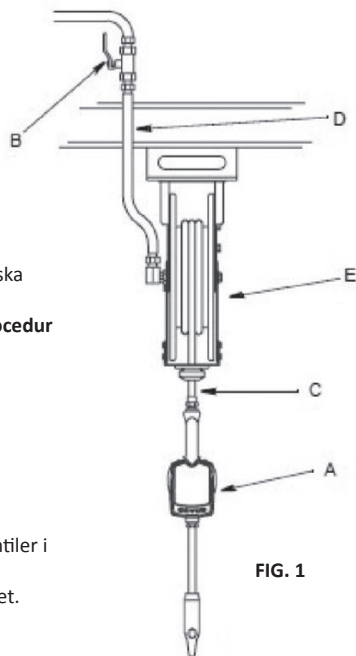

FIG. 1
FIG. 1 visar en normal installation av slangrulle.
1. Stäng vätskeavstängningsventilen (B, FIG. 1) i varje doseringsläge.
5. Öppna sakta avstängningsventilen (B, FIG. 1) i doseringsläget. Spola ut tillräckligt med olja för att säkerställa att hela systemet är rent. Stäng ventilen.